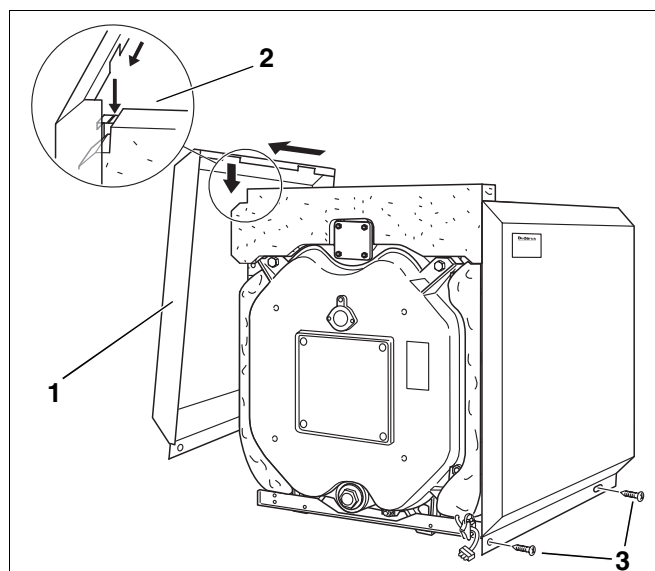

Рис. 35 Установка боковых стенок
- Подвесить боковую стенку (рис. 35, **поз. 1**) с вырезом в прорези верхних траверс (рис. 35, **поз. 2**) и до упора задвинуть вперед (см. стрелки на рис. 35).
- Закрепить боковые стенки двумя саморезами к нижним траверсам (рис. 35, **поз. 3**).